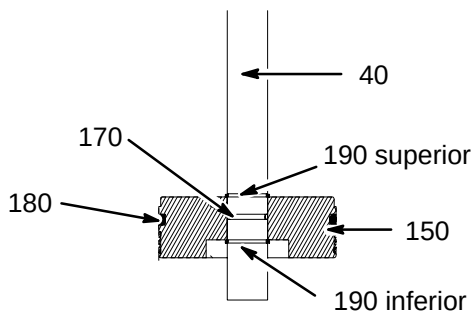

Fig. 22
11. Servicio del pistón del eje de elevación (Fig. 22):
- Desmonte el pistón (150) del eje de elevación (40) y observe si está dañado o desgastado. Cámbielo por uno nuevo si fuera necesario.
- Retire las dos juntas tóricas viejas (170) y (180) (Fig. 22) de la parte interior y exterior del pistón. Cámbielas por nuevas juntas tóricas.
- Monte de nuevo el pistón (150) en el pistón de elevación (40). Coloque el pistón contra el retén superior.
- Coloque de nuevo el retén inferior del pistón (190) en su ranura, entre la base del pistón y el extremo de la varilla de elevación.
12. Vuelva a insertar la varilla del pistón (40) en su cilindro.